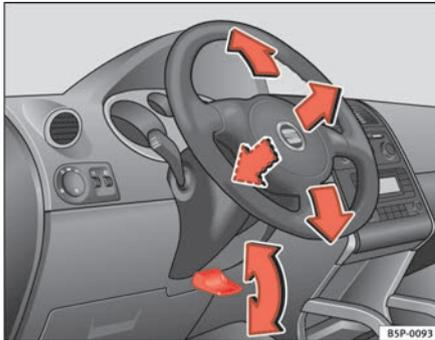

Abb. 132 Lenkradposition einstellen
- Schwenken Sie den Hebel \Rightarrow Abb. 132 unter der Lenksäule nach unten \Rightarrow ⚠.